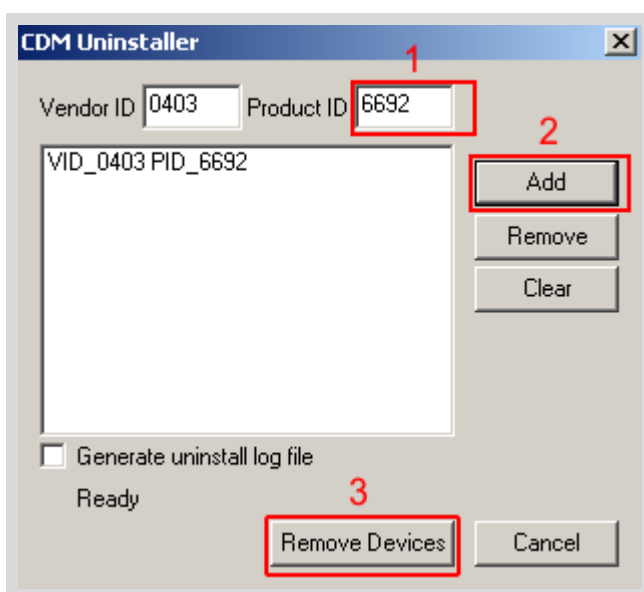

Figura 13 Los Drivers son desinstalados por el programa DCM Uninstaller
- Cambie el PID a 6692 (Figura 13).